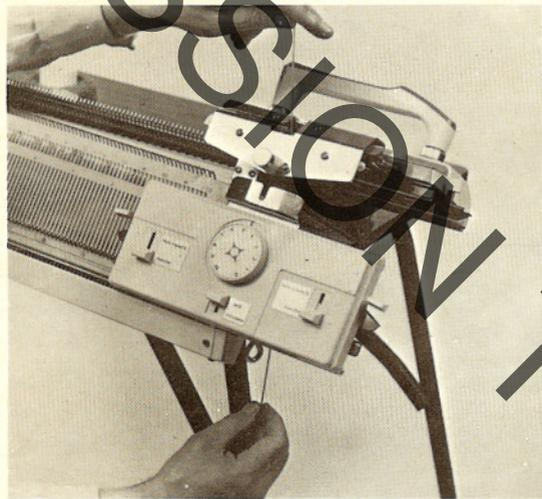

Fig. 27
- 5 - mettre en **position basse** le côté droit de la fonture avant et dégager le chariot (fig. 27).